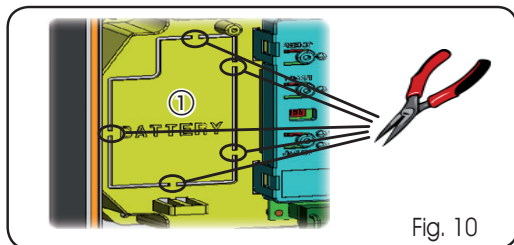

Fig. 10
Dicho soporte (ref.① en Fig.10) se ha preestampado para permitir la apertura del alojamiento de la batería.